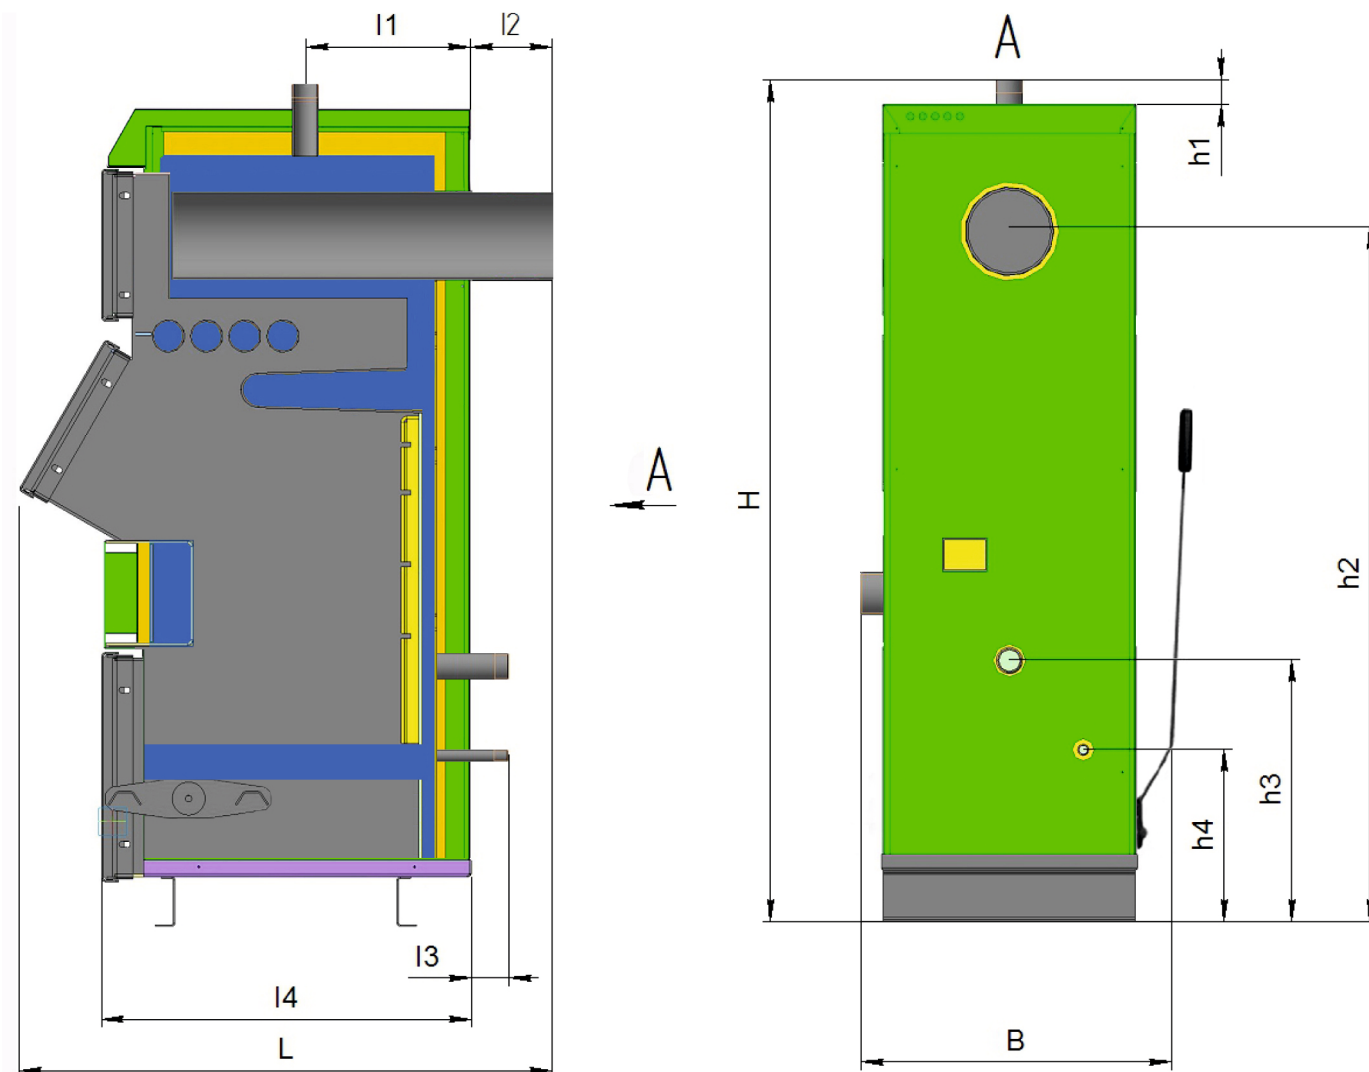

Рисунок 1. Габаритные и присоединительные размеры Котлов моделей LC 12-52
| Габаритные и присоединительные размеры Котла (см. рис.1), мм: |              |      |      |      |      |      |
Котел (рис.1) представляет собой стальной сварной теплоизолированный каркас, обшитый снаружи съемной декоративной облицовкой, все вместе образующие собой корпус, и устанавливаемый на собственных опорах (16). Внутреннее пространство имеет сложную конфигурацию, включает в своем составе трубчатый теплообменник (14), предназначенный для циркулирования теплоносителя (воды), листовые детали, образующие вместе со стенками каркаса камеру сжигания, воздухоподводящие каналы (на рисунке не показаны), (систему дымоудаления из Котла (9). Внутри каркаса в нижней части расположены устройства: колосниковая решетка для размещения топлива (15), зольный ящик (5) для сбора и удаления золы, а также механизм очистки колосников от сажи (6). В нерабочем состоянии механизм (6) располагается в зольном ящике (5). Колосниковая решетка выполнена из труб гидравлического контура Котла и является неотъемлемой частью теплообменника (15). Снаружи Котел имеет дверцы для обслуживания Котла (11,12,13), патрубки для подсоединения к трубопроводам водяного контура системы отопления (1,2), патрубок для опорожнения теплообменника (3), штуцер для установки тягорегулятора (17), штуцер для установки термодатчика (19), а также педаль (7) для управления механизмом очистки колосников от сажи (6). По желанию заказчика педаль (7) может быть заменена на рычаг (на рисунке не показан).